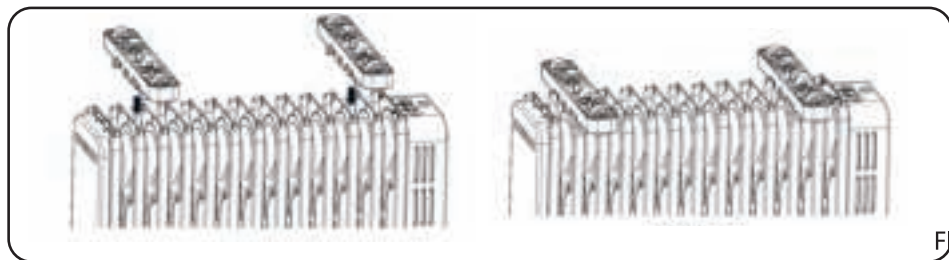

FIG.1
- ① **AVERTISSEMENT:** N'utilisez pas l'appareil sans les roues attachées. Ne faites fonctionner le radiateur que lorsqu'il est en position verticale (roues en bas, commandes en haut). L'utilisation de l'appareil lorsqu'il est dans une autre position peut créer un danger.
- ② Assurez-vous que le radiateur est éteint et débranché.
- ③ Retournez-le et assurez-vous qu'il est stable et qu'il ne tombera pas.
- ④ Aligned les boucles de montage des roues avec les trous du radiateur. Appuyez dans le sens de la flèche. Les boucles des roues tomberont dans les trous du radiateur.(FIG.1)